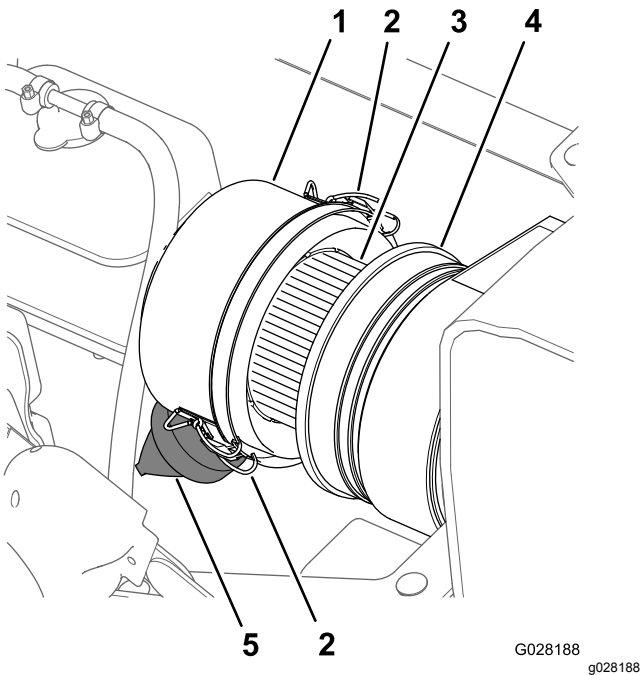
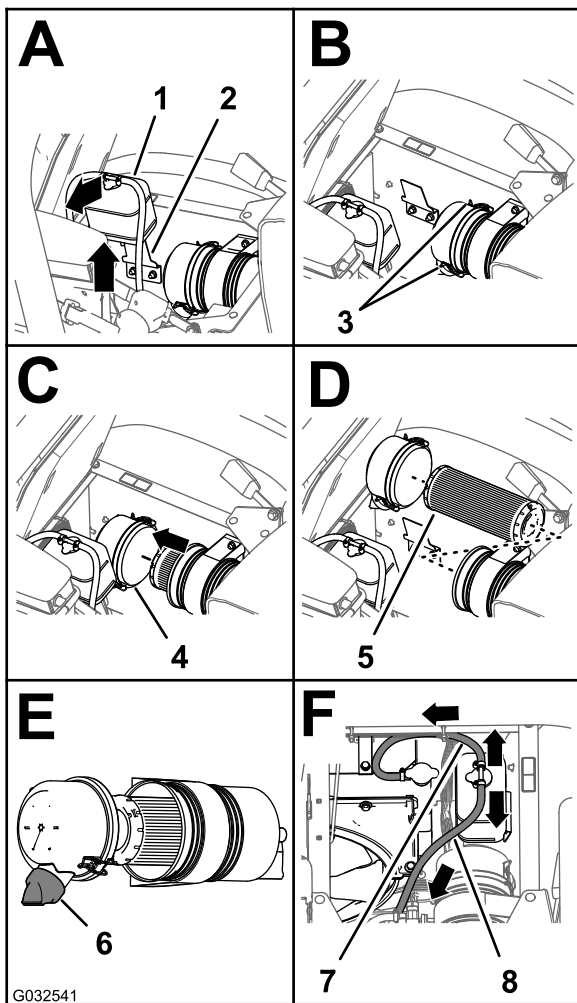

Figura 68
Figura 69
3. Limpie el tapón guardapolvo y el cuerpo del limpiador de aire (Figura 68).
5. Apriete la válvula de polvo para limpiarla de suciedad, polvo y residuos (Figura 68).
7. Compruebe si el elemento del filtro de aire tiene una acumulación excesiva de suciedad, polvo y residuos (Figura 68).
8. Instale el tapón guardapolvo en el cuerpo del limpiador de aire, y sujete el tapón con los 2 enganches (Figura 68).
2. Limpie el tapón guardapolvo y el cuerpo del limpiador de aire (Figura 68).
3. Levante el depósito de expansión del refrigerante y retírelo del soporte del depósito (Figura 69).
4. Inspeccione la carcasa del limpiador de aire en busca de daños que pudieran causar una fuga de aire (Figura 68).
4. Abra los dos enganches que sujetan el tapón guardapolvo a la carcasa del limpiador de aire (Figura 69).
6. Limpie el interior del tapón guardapolvo, la carcasa del limpiador de aire y la válvula de polvo con un trapo húmedo (Figura 68 y Figura 69).
7. Instale el elemento del filtro de aire en la carcasa del limpiador de aire (Figura 69).
8. Instale la tapa sobre el cuerpo del limpiador de aire y sujétela con los 2 enganches (Figura 69).
Nota: Asegúrese de que la válvula de polvo está alineada a una posición entre las 5 y las 7, vista desde el extremo (Figura 69).
9. Alinee el depósito de expansión del refrigerante con el soporte del depósito y coloque el depósito firmemente (Figura 69).
Importante: Asegúrese de que la manguera de alivio de presión está enrutada hacia delante y hacia abajo, y que la manguera de ventilación está enrutada hacia atrás, según se muestra en Figura 69.